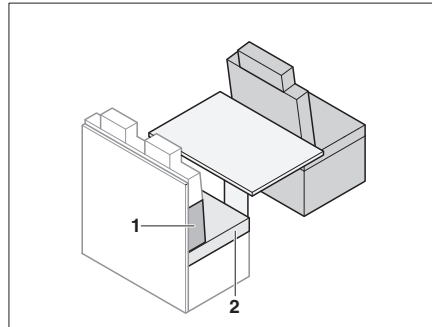

Fig. 192 Prima della trasformazione
- Rimuovere i cuscini del divano (Fig. 192,2).
- Posizionare il cuscino dello schienale (Fig. 192,1) tra il cuscino del divano e la parete posteriore. Rispettare la forma cuneiforme.